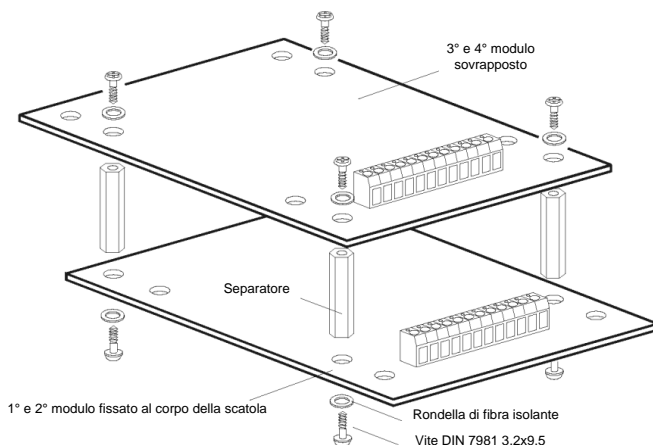

Fig. 17. Sovrapposizione dei moduli
- Prima di sistemarlo nel interno della scatola, montare il modulo principale numero 3 sopra il numero 1, utilizzando i quattro separatori a corredo, le otto viti e le rondelle isolanti (fig. 17). Il modulo superiore (n° 3) dovrà rimanere più interno rispetto a quello inferiore (n°1), così le morsettiere di questo modulo saranno accessibili.